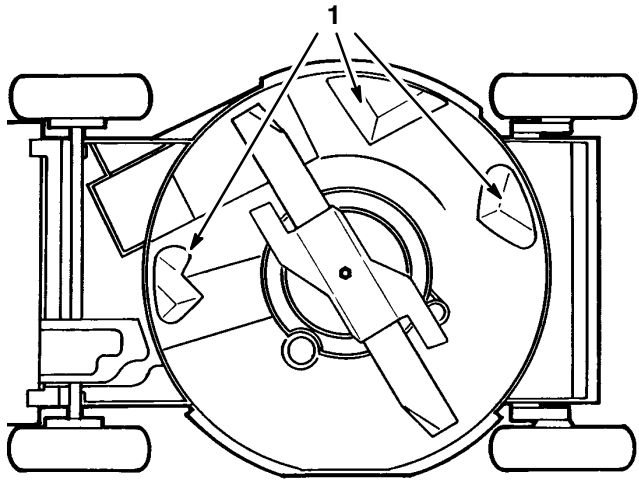

Abbildung 31
Die Unterseite des Rasenmähergehäuses sauber halten. Besonders darauf achten, daß die Prallbleche frei von Fremdkörpern sind (Abb. 31).
3. Den Rasenmäher auf die linke Seite kippen (Abb. 31).